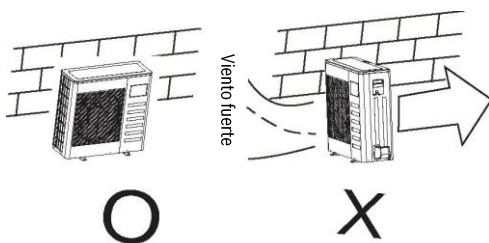

Fig. 6-1
- En caso de que el lugar de instalación esté expuesto a fuertes vientos, como p.ej. en una región costera, asegurarse que el ventilador funcione correctamente, colocando la unidad longitudinalmente contra la pared o utilizando chapas protectoras contra polvo. (Véase fig.6-1)